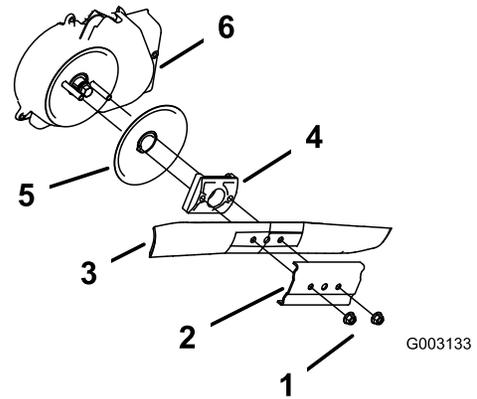

Figure 36
3. Retirez les 2 écrous de la lame et le renfort (Figure 36).
4. Déposez la lame (Figure 36).
5. Déposez le dispositif d'entraînement de la lame et le disque (Figure 36).
6. Déposez la protection du débrayage de frein de lame (Figure 36).
10. Reposez la lame et le renfort déposés précédemment (Figure 36).